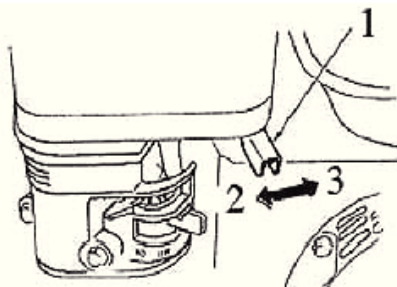

рис.10
- установить рычаг крана подачи топлива (4) в положение «ON» («Включено»).
- установить рычаг управления дроссельной заслонкой (1) вправо (см. рис. 10).
- установить рычаг управления дроссельной заслонкой влево (см. рис. 10)